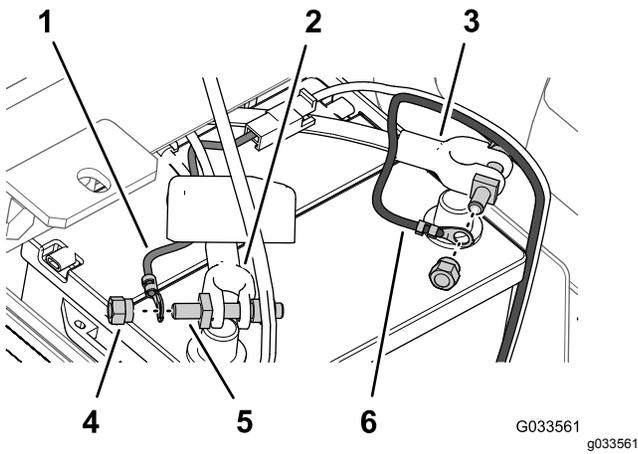

Bild 31
6. Befestigen Sie den Kabelschuh des durch die Schmelzsicherung geschützten Verbindungsteils (Kabelbaum des Sprühfahrzeugs) am Stift der Polschraube, die Sie mit einer Klemmmutter am Pluskabel der Batterie befestigt haben (Bild 31).
- Befestigen Sie den Kabelschuh des Minuskabels (schwarz, Kabelbaum des Sprühfahrzeugs) am Stift der Polschraube, die Sie mit einer Klemmmutter am Minuskabel der Batterie befestigt haben (Bild 31).